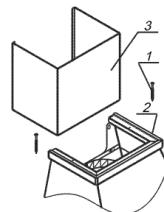

рис. 4
6.1. Для KB: «Багет 60», «Вилла 50», «Вилла 60», «Вилла Фрукты 60», «Вилла Валенсия 60», «Вилла Луизиана 60», «Вилла Модерн 60», «Вилла Спектр 60», «Бельведер (Флореале, Валенсия) 60», «Камин Грань 60/90», «Терем 60». Прежде чем навесить кухонную вытяжку, установите фальштрубу (рис. 4). Отверните винты - 1, которые крепят верхнее обрамление - 2. Установите фальштрубу - 3 на обрамление и прикрутите обрамление вместе с фальштрубой.